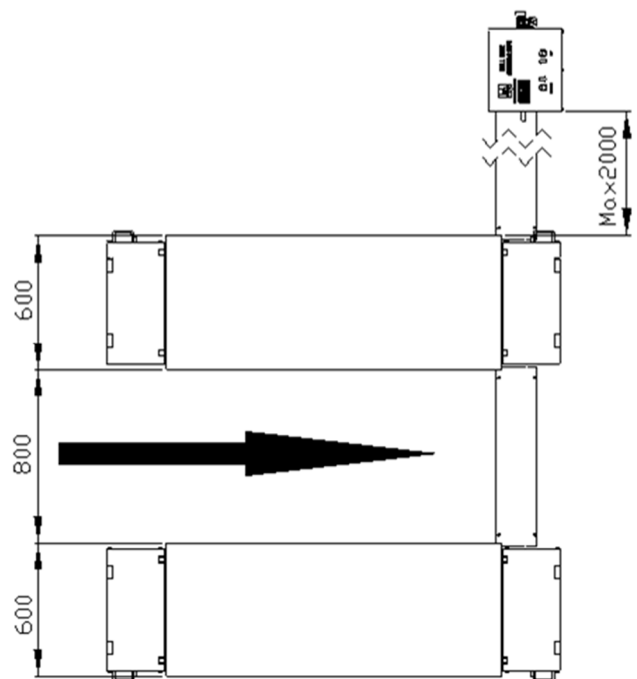

Fig. 3
1. Positionnez maintenant l'ascenseur selon la figure 3, utilisez de la craie pour faire une grille pour la position de base, en partant de la direction d'approche du pont.